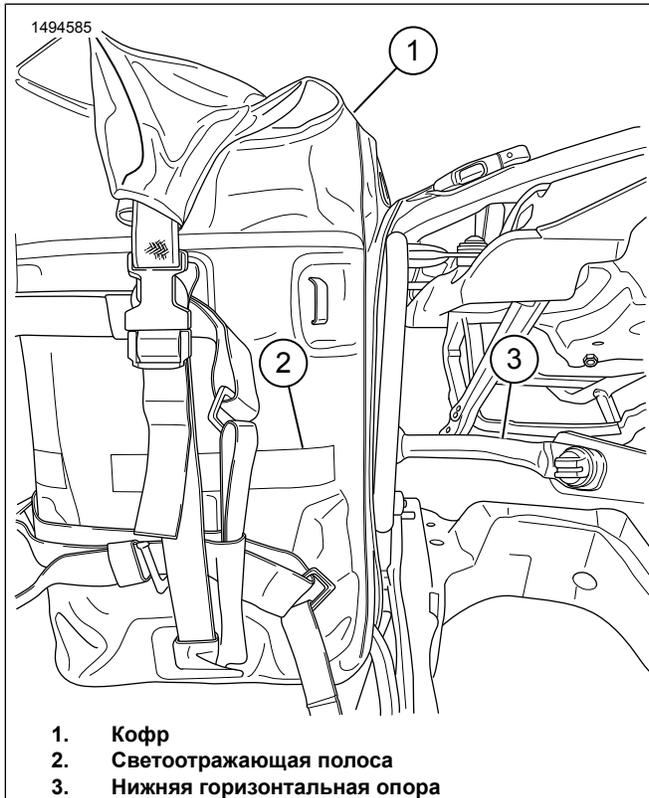

Рисунок 4. Установите кофр
5. Рисунок 4 Выровняйте светоотражающую полосу (2) на кофре с нижней горизонтальной опорой (3). Отрегулируйте ремни по мере необходимости.